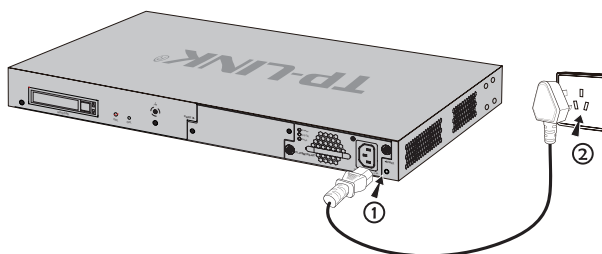

图3-4 电源线连接示意图
2. 路由器原装电源线连接路由器与电源插座, 如图3-4所示。